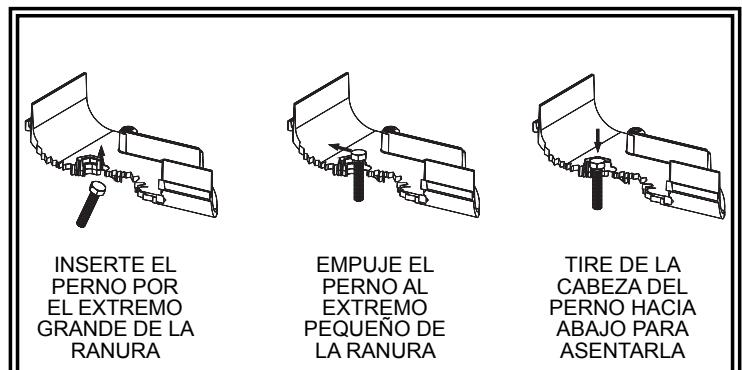

Figura 1
3. Coloque los cuatro (4) pernos de montaje en la parte inferior de la base, como se muestra en la Figura 1. La base tiene un mecanismo para sujetar los pernos en el lugar para la instalación.